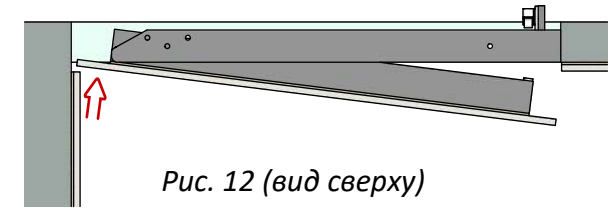

Рис. 12 (вид сверху)
7) После полного высыхания клея, люк можно открыть нажав на плитку со стороны петель (Рис.12).